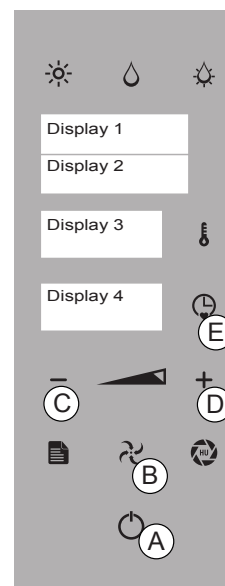

Fig. 7
1. Presione la tecla "ENTER" y presione simultáneamente las teclas "ENTER", "VENTILADOR" y "MENOS" (Fig. 7/A+B+C).
2. Presione la tecla "MÁS" (Fig. 7/D) y la tecla "ENTER" para seleccionar la función "PARÁMETROS" (Fig. 7/A - Pantalla 1).
3. Presione varias veces la tecla "MÁS" para seleccionar la función "CAMPANA DE ASPIRACIÓN" (P11 - Fig. 7/D).
4. Presione la tecla "TIEMPO" (Fig. 7/E) y con la tecla "MÁS" configure el valor en "1".
5. Para memorizar el parámetro presione la tecla "TIEMPO" (Fig. 7/E).
Presione dos veces la tecla "ENTER" (Fig. 7/A) para salir de las funciones e ir a la modalidad "STAND BY".